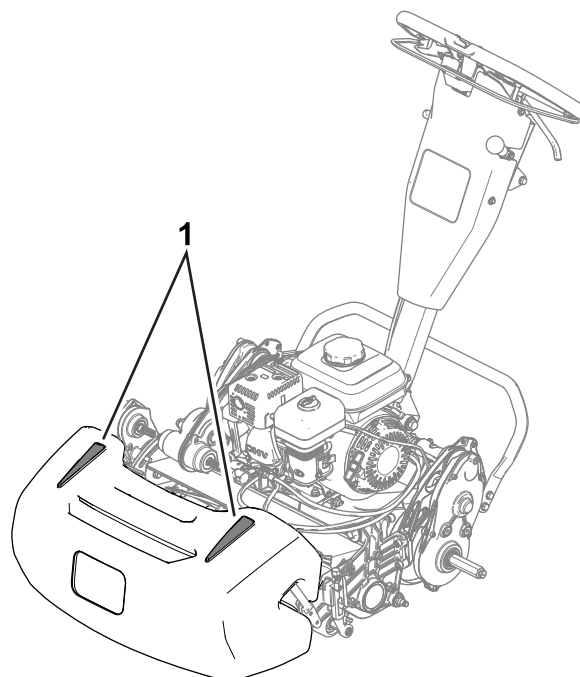

Figure 24
- Pour vous aider à travailler en ligne droite sur le green et à maintenir la machine à égale distance du bord de la passe précédente, servez-vous des bandes d'alignement sur le dessus du bac à herbe (Figure 24).